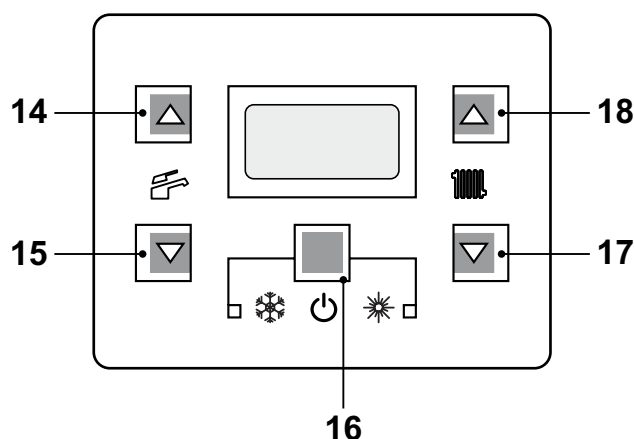
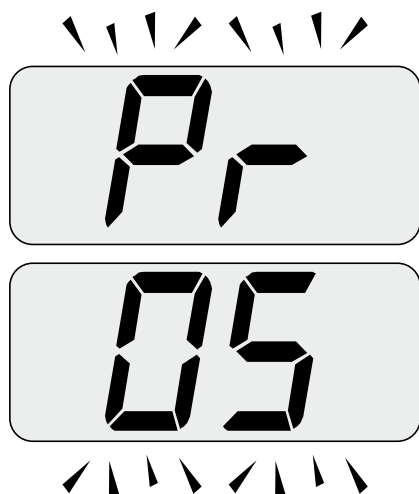
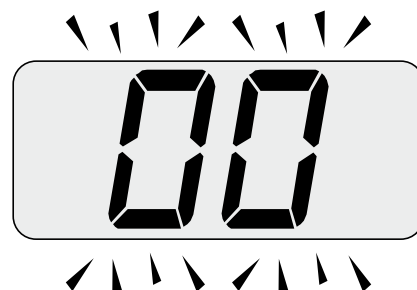

Figura 8.3
Figura 8.5
Figura 8.6
- Entrare in "modalità programmazione" premendo contemporaneamente per 10 secondi i tasti 16 - 17 - 18 (Figura 8.3) fino a far apparire sul display LCD le lettere **Pr**
- Scorrere i vari parametri utilizzando i tasti 17 o 18 fino a far apparire sul display LCD le lettere **Pr** che si alternano con il codice **05**, indicanti l'entrata nel "parametro 05"(Figura 8.5).
- Premere contemporaneamente i tasti 16 e 18 (Figura 8.3) fino a far apparire sul display LCD il valore del parametro 05 (00=G20) (Figura 8.6).
- Premendo il tasto 16 (Figura 8.3) si ottiene la conferma del valore inserito.
- Premendo contemporaneamente i tasti 16 e 17 (Figura 8.3) si esce senza modificare il valore (ritorno alla lista parametri Figura 8.5)
- Premendo contemporaneamente per 10 secondi i tasti 16 - 17 - 18 (Figura 8.3) si esce dalla "modalità programmazione".